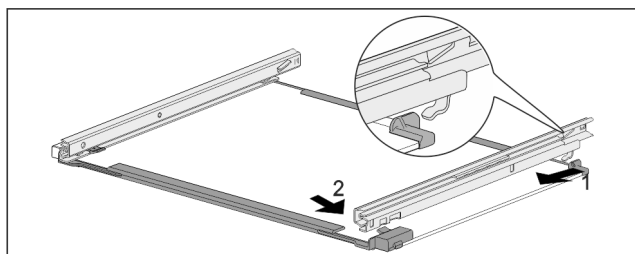

Fig. 236 Glasplaat met rails
- Rail achter vasthaken. Fig. 236 (1)
- Rail voor vasthaken. Fig. 236 (2)